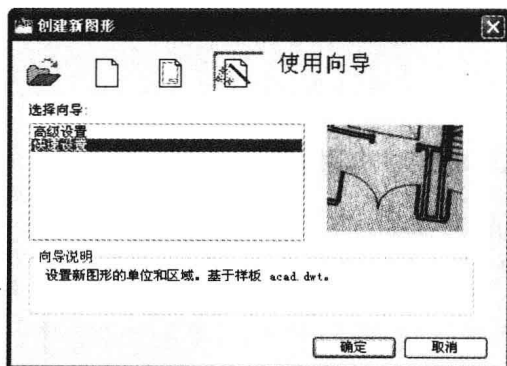

图1-8 “使用向导”创建新图形
⑤ 如果在“创建新图形”对话框中单击“使用向导”按钮，则可以使用向导创建新图形文件，在其中选择“快速设置”选项，如图 1-8 所示。